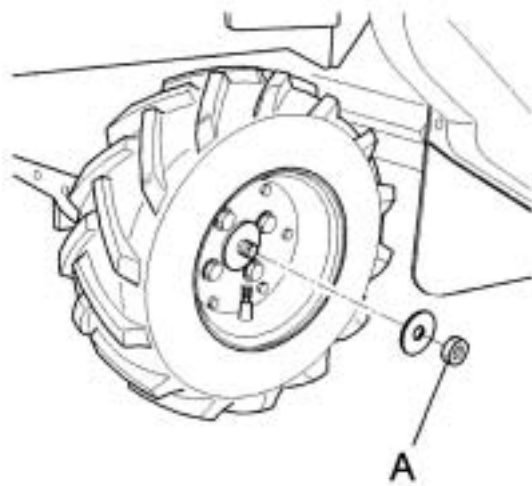

Fig. 7
- quitar la rueda indicada en la fig. 7, quitando el tornillo de fijación central (fig. 7, ref. A)